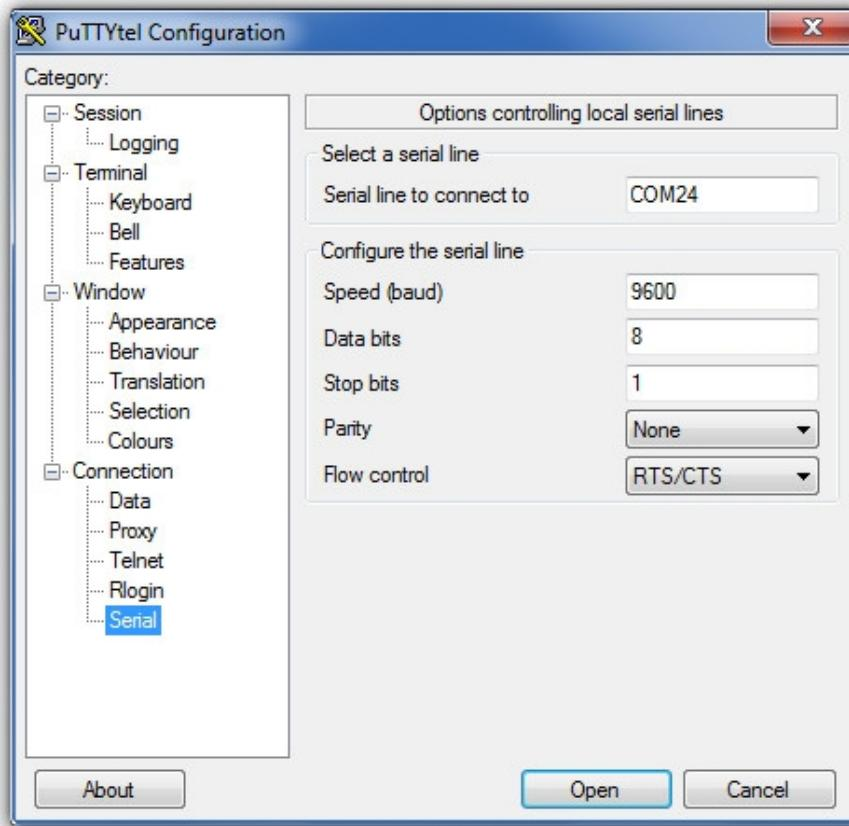

Abbildung 2.2: Einstellungen für Puttytel
**Puttytel** kann per Doppelklick gestartet werden, woraufhin man zu einem Startbildschirm, der Kategorie „Session“ gelangt. Man wählt in der linken Spalte unten links „Serial“ und stellt die Parameter – analog zur Konfiguration des COM-Ports nach Tabelle 2.1 – wie in Abbildung 2.2 ein. Anschließend muss man in der linken Spalte zurück auf „Session“ gehen und dort im rechten Teil des Fensters „Serial“ als „Connection Type“ wählen, ehe man die serielle Verbindung per Klick auf „Open“ starten kann. Vor dem Start der Verbindung sollte man zudem das verbundene Device mit Strom versorgen, damit dieses seine Kommunikationsschnittstelle vor Beginn des Datenaustauschs initialisieren kann.